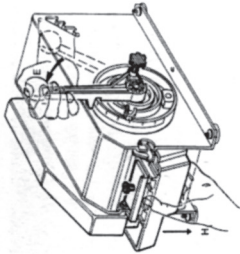

FIG. 4A
- Después de insertar el cepillo en el depósito, montar el depósito mismo (Etapas de montaje desde E hasta H: fig. 4a y 4b).